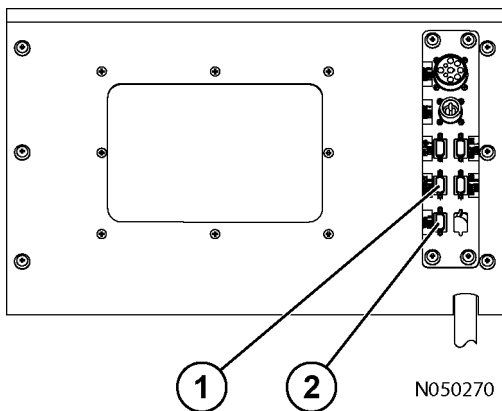

FIGURA 12-5. PUERTOS DE DIAGNÓSTICO
3. Conecte el computador al puerto de diagnóstico del IM (1, Figura 12-5).
4. Conecte el cable de serie KOMTRAX Plus al puerto de diagnóstico (2, Figura 12-5) de KOMTRAX Plus y el otro extremo al puerto de serie del computador portátil.
8. Conecte el cable de serie KOMTRAX Plus al puerto de diagnóstico del módulo de interfaz (1, Figura 12-5) de la máquina y el otro extremo al puerto de serie del computador.